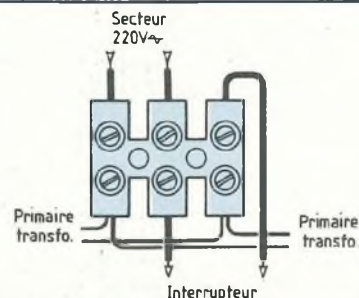

Fig. 8 : Raccordement du secteur par domino.
- Raccorder les primaires des transformateurs toriques au secteur 220 V ~ au moyen d'un domino, voir la figure 8.